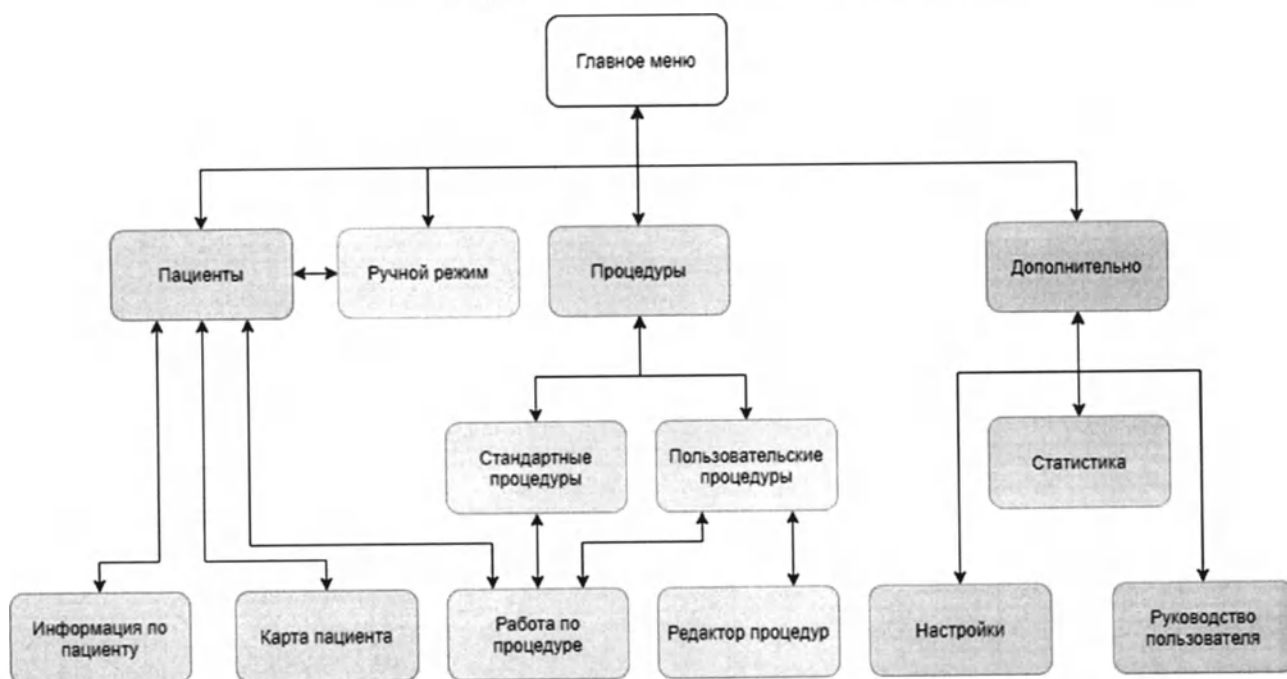

Рисунок 10 – Структурная схема меню управления установкой
- Ниже приведены структурные схемы меню установки (см. Рисунок 10)